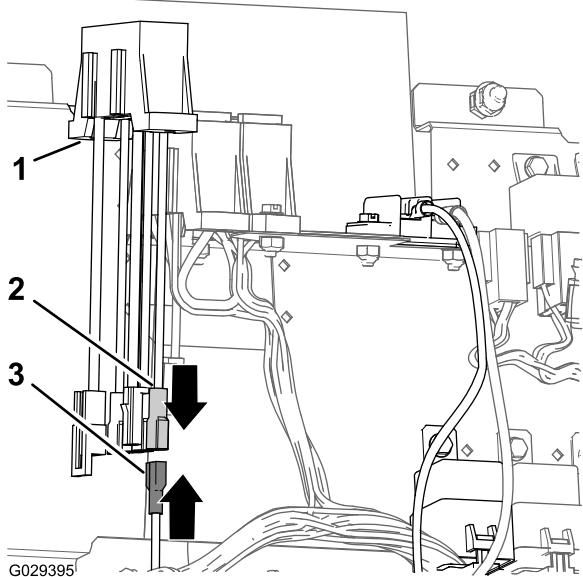

Figura 21
- Collegate il connettore a lamelle del cablaggio preassemblato per il kit di finitura al connettore a presa del portafusibili ausiliario (Figura 21).